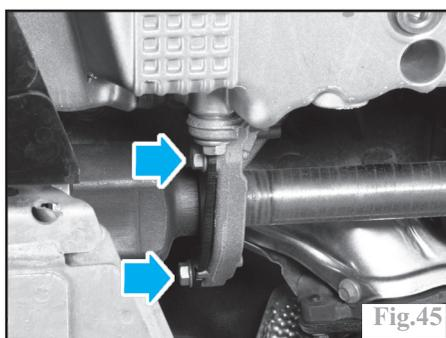

Fig.45
- les fixations de la bride du palier de la transmission droite (Fig.45).